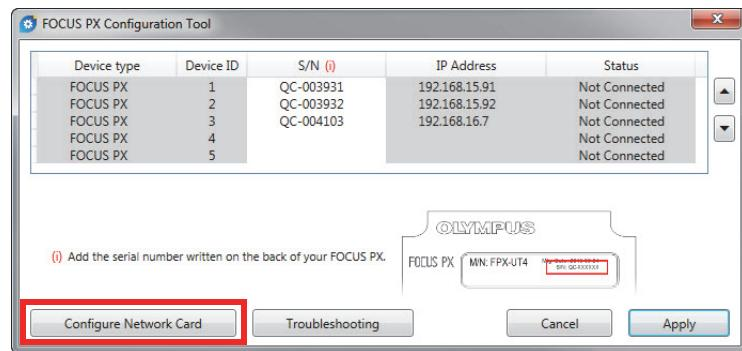

图 5-2 启动网卡的配置
3. 点击 **Configure Network Card** (配置网卡) (参见第 24 页的图 5-2)。